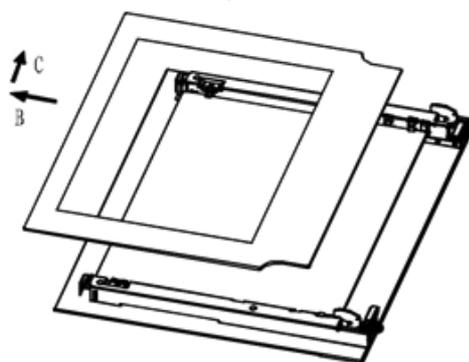

Рис. 10
2. Медленно вытащите внутреннее стекло (Рис. 10)